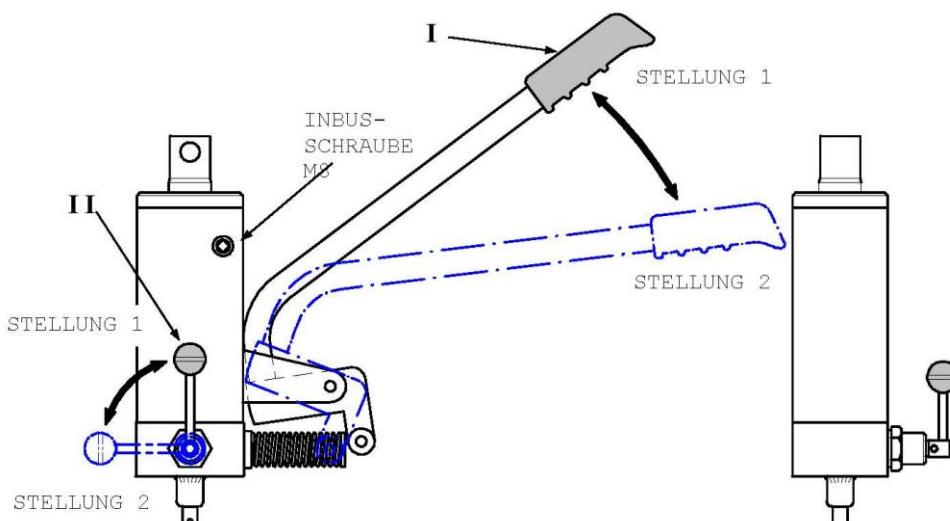

Abb. 2
- Allentare la **vite a brugola M8** sul cilindro (vedere Fig. 2) e rabboccare l'olio attraverso questa apertura fino a farlo traboccare.